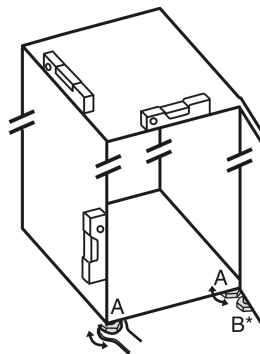

Fig. 4
- ▶ Skru de justerbare fødder Fig. 4 (A) ud ved hjælp af den medfølgende gaffelnøgle og et vaterpas, indtil hvidevaren står fast og i vater.
- ▶ Skru den justerbare fod Fig. 4 (B) på lejubukken af med den medfølgende gaffelnøgle, indtil den hviler på gulvet.
- ▶ Drej den justerbare fod Fig. 4 (B) 90° videre.